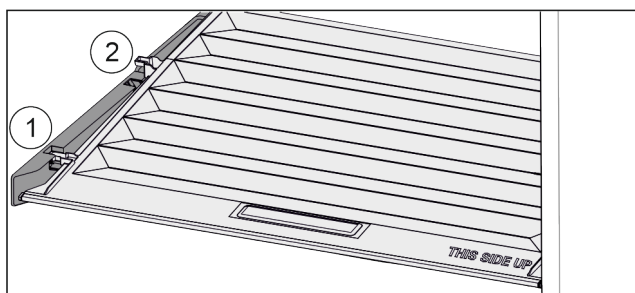

Fig. 98
- Deksel tot de opening in de vasthoud delen naar voren trekken Fig. 98 (1).
- Aan de achterkant vanaf de onderkant omhoog tillen en vanaf de bovenkant verwijderen Fig. 98 (2).